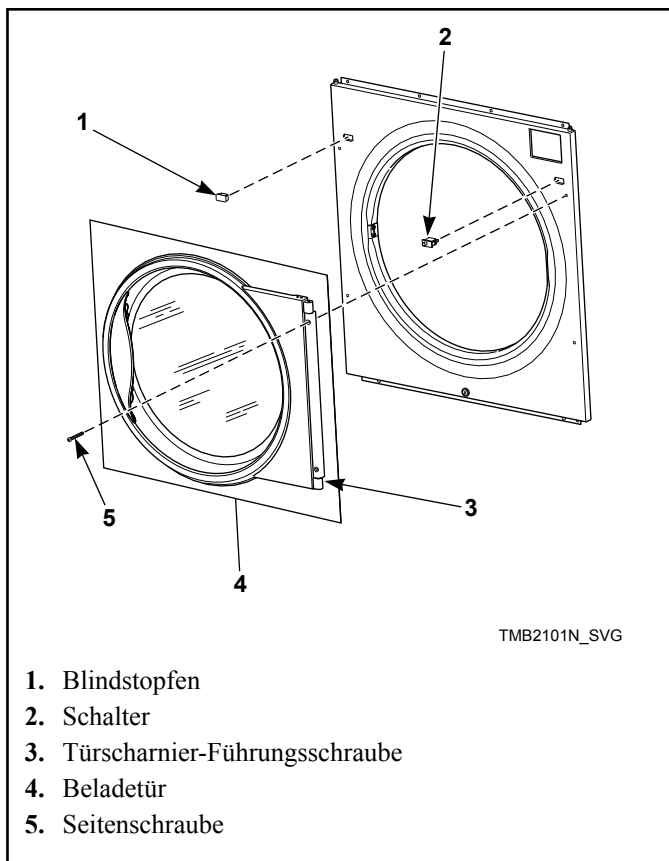

Abbildung 9
4. Die vier Bedienfeldschrauben entfernen. Siehe *Abbildung 8*. Die Türscharnierzylinder auf der Führungsschraube angebracht lassen. Die Führungsschraube und Tür als eine Einheit abnehmen. Siehe *Abbildung 9*.
5. Die restlichen Bedienfeldschrauben entfernen. Siehe *Abbildung 8*. Den Türschalter-Kabelbaum vom Schalter abklemmen. Das Bedienfeld abnehmen. Siehe *Abbildung 9*.
6. Die Position von Schalter und Blindstopfen tauschen. Die Zungen mit einer einstellbaren Zange eindrücken und den Blindstopfen und Schalter vom Bedienfeld entfernen. Den Schalter wieder einbauen und den Knopf so ausrichten, dass er zur Mitte der Maschine zeigt. Den Blindstopfen an der vorherigen Position des Schalters anbringen. Siehe *Abbildung 9*.